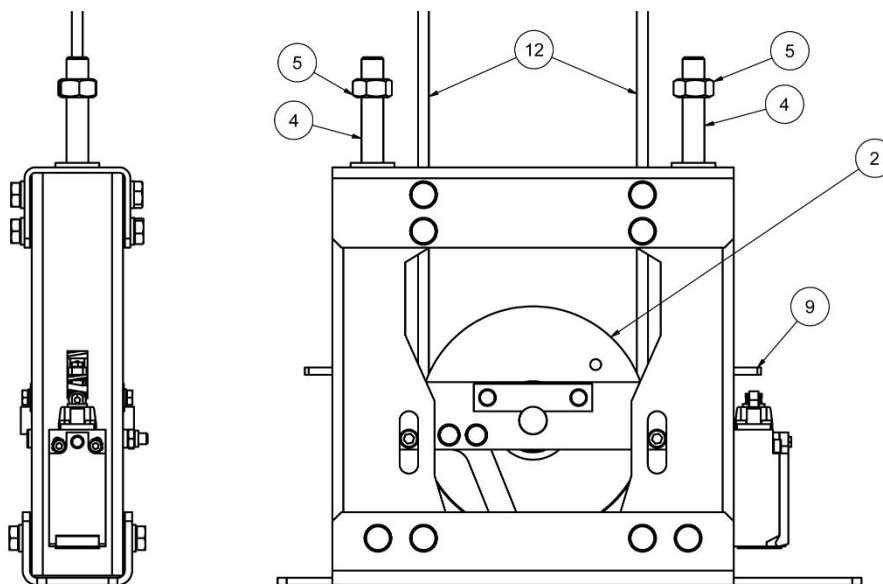

Figure 19: Position après la tension du câble
Au fur et à mesure que les écrous (5) se dévissent, le câble du limiteur (12) se tend. Il faut dévisser les écrous (5) jusqu'à ce que les ressorts soient libérés complètement. Il est conseillé de laisser ces écrous (5) montés au bout des tiges de compression du ressort (4) comme le montre la Figure 19.